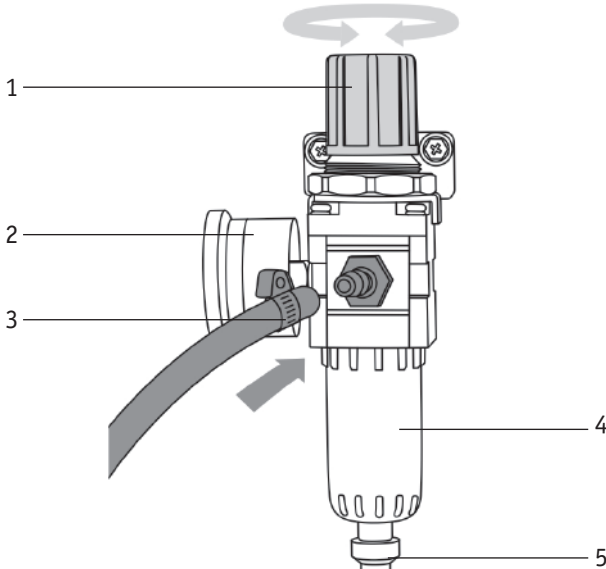

Рис. 7.4. Фильтр-регулятор.
6	Фильтр-регулятор (См. рис. 7.4)
7. На аппарате установите необходимое давление сжатого воздуха в зависимости от толщины резаемого металла (См. таблицу 8.4). Для регулировки давления (См. рис. 7.4) выполните следующие действия: